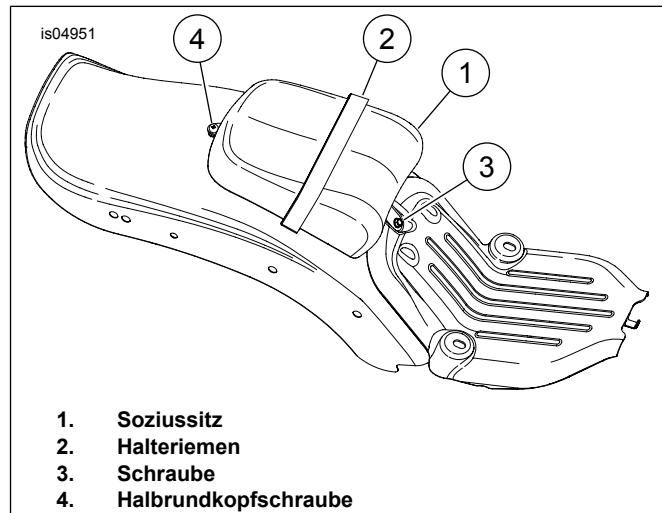

Abbildung 4. Soziussitzpolster einbauen
6. Siehe Abbildung 4. Die Schraube (3) aus dem Satz wie dargestellt einschrauben, um den vorderen Teil des Soziussitzpolster zu befestigen.
7. Die Schraube (4) aus dem Satz wie dargestellt in die Arretiermutter einschrauben, um den hinteren Teil des Soziussitzpolster zu befestigen.